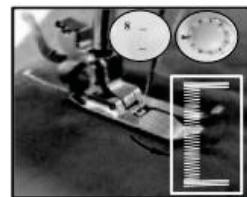

Рисунок 19
4. Выберите схему стежка №8, затем включите переключатель и прошейте 5-6 стежков на низкой скорости, затем выключите переключатель (рис. 19).